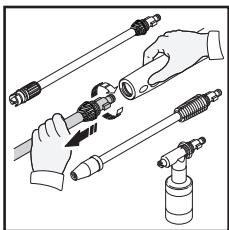

Fig. 24
- Enlever la lance ou la bouteille détergente du fusil et le lieu dans le support accessoire (la fig. 24). Placer le fusil dans le support accessoire sur le côté de la rondelle de pouvoir. La chute perce dans les entailles fournies sur le dos de la rondelle de pouvoir. Assurer se rejeter du détergent restant de la bouteille. Rincer la tête de bouteille et jet avec l'eau fraîche pour empêcher obstruer. Appuyer la bouteille détergente dans l'espace entre les porte-lances (la fig. 25)